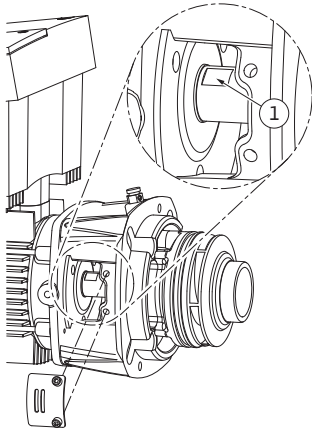

Fig. 52: Planos de llave en el eje
15. Introduzca una llave de boca fija (entrecaras óptimo de 22 mm) en la ventanilla de la linterna y sujete el eje por los planos de llave (Fig. 52, pos. 1). Desatornille la tuerca del rodete (Fig. 7, pos. 15). El rodete (Fig. 7, pos. 16) se retira automáticamente del eje.
24. Para el montaje del rodete introduzca en la ventanilla de la linterna una llave de boca fija (entre caras óptimo de 22 mm) y sujete el eje por los planos de llave (Fig. 52, pos. 1).